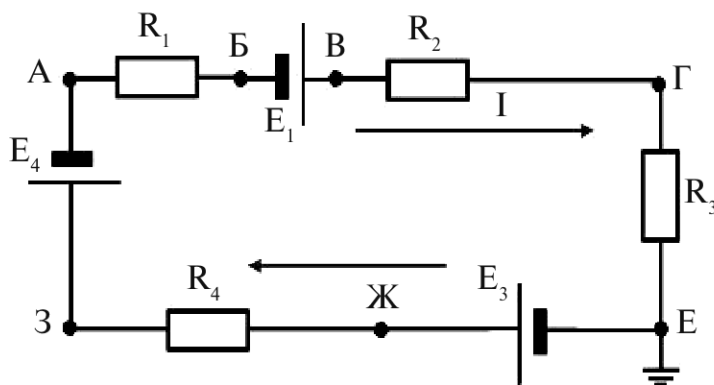

Рис. 5. Расчетная схема
1. Вычертить схему цепи с заданными источниками ЭДС — рис.5